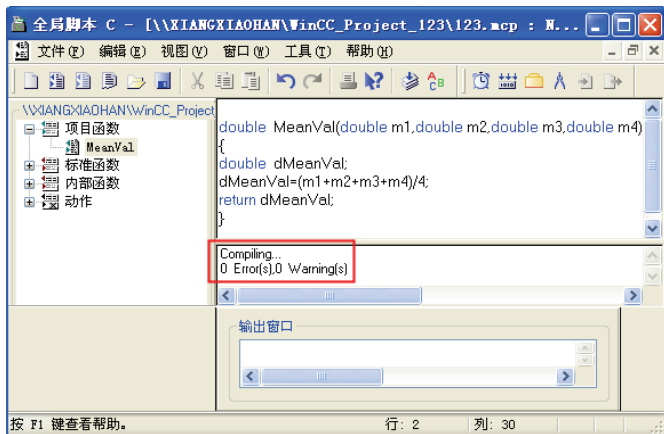

图 9-11 编译结束
5) 编译函数。单击工具栏中的“编译”按钮, 即可编译函数, 编译完成后, 编辑器窗口下方显示有几个错误和几个警告 (本例显示 0 个错误, 0 个警告), 如图 9-11 所示。